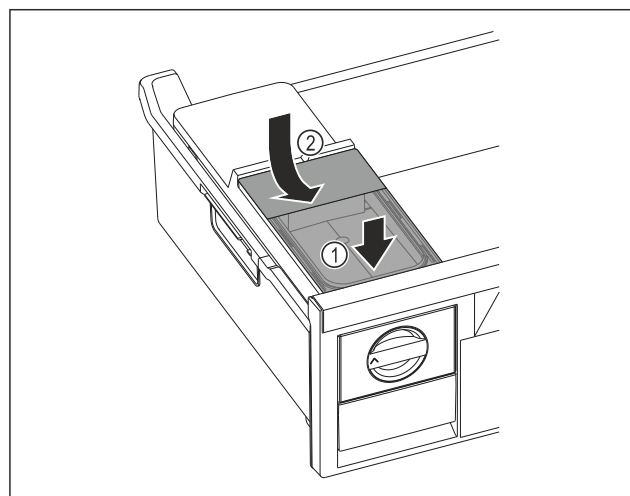

Fig. 72
- ▶ Postavite spremnik za vodu sprijeda. Fig. 72 (1)
- ▶ Spustite spremnik za vodu straga. Fig. 72 (2)